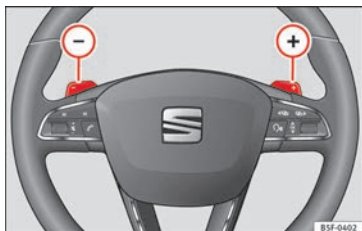

Abb. 193 Lenkrad: die Hebel für Automatikgetriebe.
- Um einen Gang hochzuschalten, tippen Sie die Schaltwippe (+) an » Abb. 193.